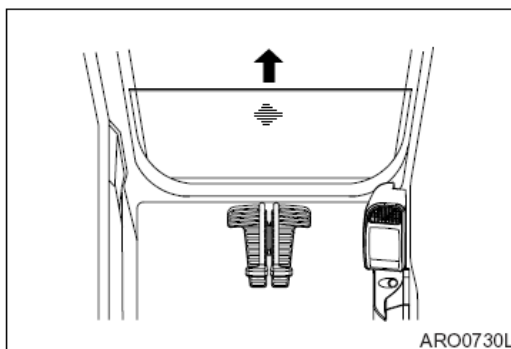

Figura 98
1. Después de alojar la ventana frontal superior en el techo de la cabina, retire la ventana inferior de la cabina en el sentido indicado por la flecha (Figura 98).